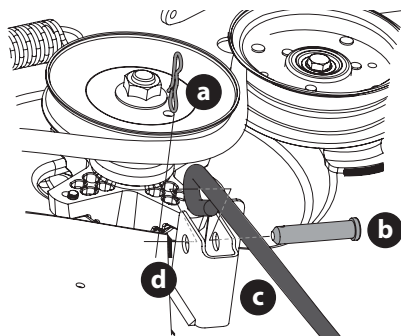

Figure 41
- b. Retirez la troisième goupille fendue (a) de l'axe de chape (b) qui fixe la tige de commande (c) au support du système de relevage avant (d). Retirez l'axe de chape (b) (Figure 41).